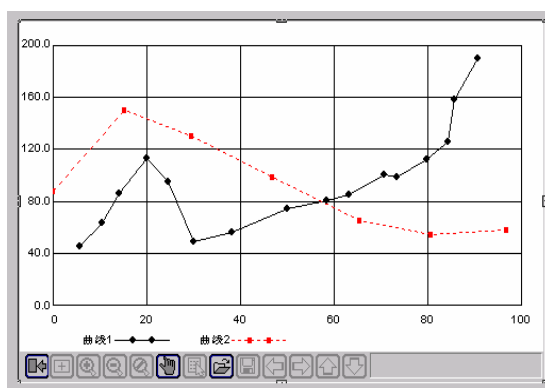

图 7-1 XY 曲线控件窗口
3、单击工具箱中的  工具，在弹出的创建控件窗口中双击“趋势曲线”类中的“X-Y 轴曲线”控件，在画面上绘制 XY 曲线窗口，如图 7-1 所示：